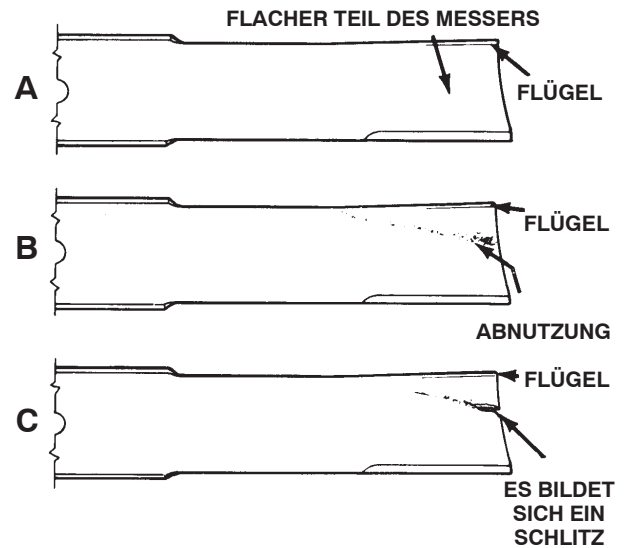

Bild 34
2. Prüfen Sie die Schnittkanten des Messers sorgfältig, insbesondere dort, wo die geraden Flächen die gebogenen berühren (Bild 34-A). Da Sand und reibendes Material das Metall abschleifen kann, das die flachen und die gebogenen Teile verbindet, müssen Sie das Messer vor jedem Einsatz des Rasenmähers prüfen. Tauschen Sie das Messer aus, wenn Sie eine Abnutzung feststellen (Bild 34-B).
Wenn sich das Messer abwetzen kann, bildet sich ein Schlitz zwischen dem Windflügel und dem flachen Teil des Messers (Bild 34-C). Zuletzt kann sich ein Stück des Messers lösen und aus dem Gehäuse herausgeschleudert werden. Das kann zu schweren Verletzungen bei Ihnen selbst und Unbeteiligten führen.